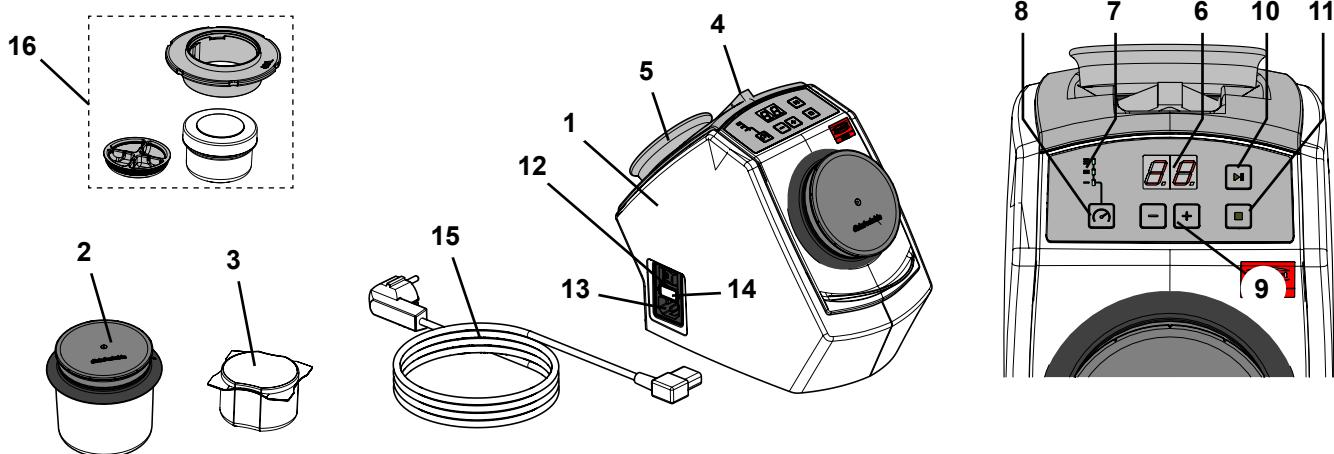

Fig. 1
- Holdmagneten (fig.1, pos.5) indeholder bly
- ⇒ Placér den vedlagte pincet og holdemagneten i holderne på apparatets bagside (Fig. 1).
- ⇒ Vælg netkablet (15, Fig. 1) netstikket, der passer i dit land.
- ⇒ Sæt netkablet i nettilslutningen (13, Fig. 1).
- ⇒ Tænd apparatet på hovedafbryderen (12, Fig. 1).
- ⇒ Fyld rengøringsbægeret (2, fig. 1) med 75 g rengøringsnåle (svarer til en emballagenhed).
- ⇒ Fyld SYMPRO mini-bægeret (tilbehør) 16, fig. 1 med ~ 5 g rengøringsnåle.